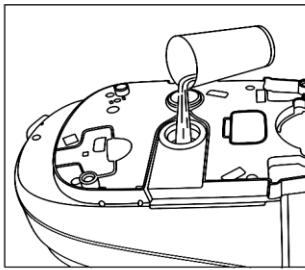

Abb. 10
7. Gießen Sie eine Tasse Leitungs- oder gefiltertes Wasser in den Boiler hinterhalb des Lochs (Abb. 10).